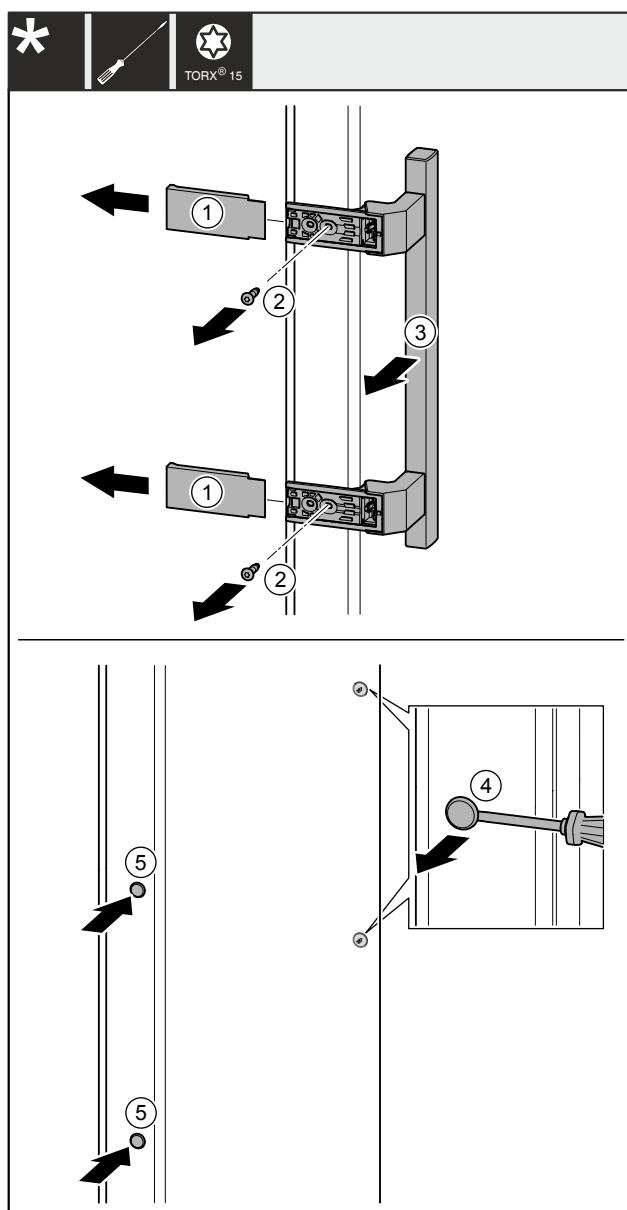

Fig. 41
- Abdeckungen Fig. 41 (1) abziehen.
- Schrauben Fig. 41 (2) mit Schraubendreher herausdrehen.
- Griff Fig. 41 (3) abnehmen.
- Seitlichen Stopfen Fig. 41 (4) vorsichtig mit einem Schlitzschraubendreher anheben und herausziehen.
- Stopfen Fig. 41 (5) auf der anderen Seite wieder einsetzen.